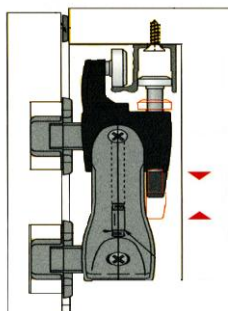

Рисунок 11
13. Установите ходовой элемент (установленный на дверях поз. 6 и 7) на верхнюю направляющую и зафиксируйте при помощи защелки для быстрого монтажа. **Рисунок 11**.